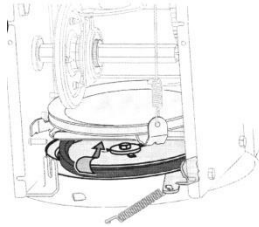

Fig. 18
● Freza este atașată la axul în spirală cu două știfturi de siguranță și un știft spintecat. Dacă freza atinge un obiect străin sau o acumulare de gheață, aruncătorul este proiectat de așa natură caștifturile să se rotească. Vezi Fig. 18.
5. Strecurați cureaua de direcție printre roata de fricțiune și discul acesteia. Vezi Fig. 18.